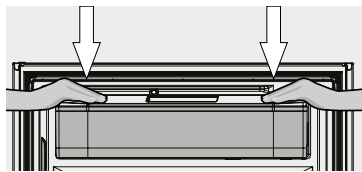

Figura 18
- Antes de llenar su tanque, asegúrese que éste se encuentre en una posición estable asentado totalmente contra la contrapuerta. (Figura 18).